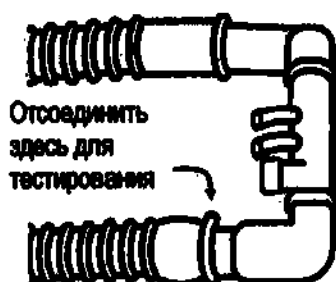

Рисунок 5.3 Место отсоединения при калибровке
3. Отсоедините от пациента устройство, работающее в режиме nCPAP, а также отсоедините линию выдыхаемого воздуха от Y-образной трубки пациента. (См. Рисунок 5.3)